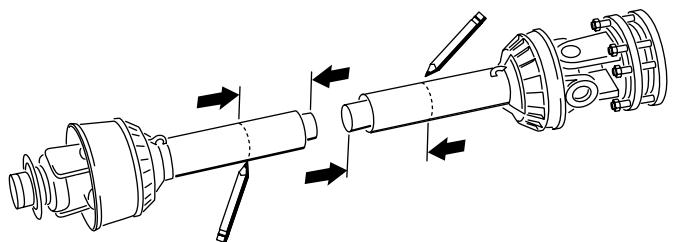
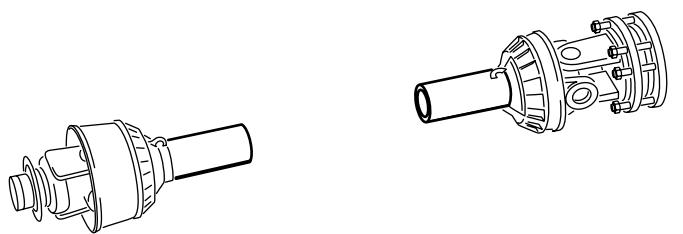

Figure 18
Figure 19
13. En vous servant des dimensions déterminées à l'opération 8, repérez, marquez et coupez l'enveloppe et le tube sur chaque moitié de l'arbre de PDF (Figure 18 et Figure 19).